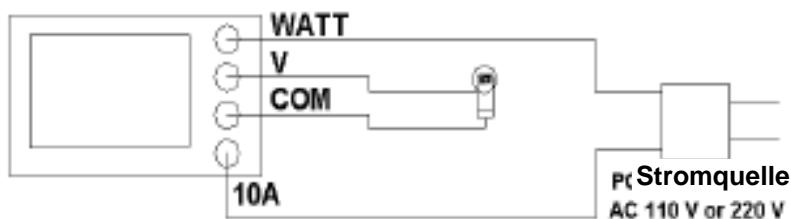

Abb. 2
Verbinden Sie die Testkabel gemäß Abb. 2 mit den Klemmen (3 – 16, 3 – 17, 3 – 18, 3 – 19).
- 6) * Verbinden Sie die „LAST“ mit den Klemmen 3 – 17, 3 – 18 (s. Abb. 2).
3 – 19 (s. Abb. 2).